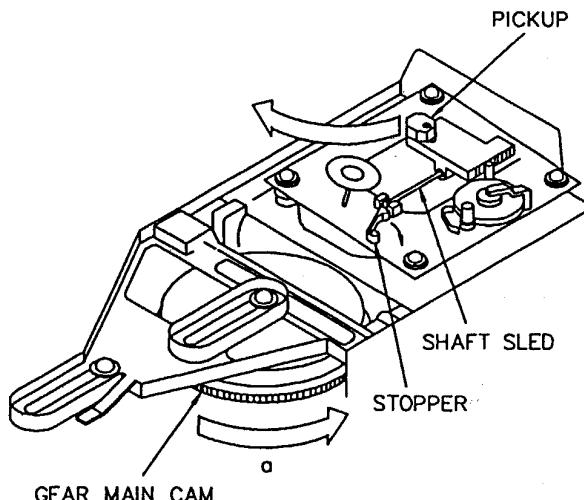

Figure 1
- 2) GEAR MAIN CAMを反時計方向（“a” の方向）に回し、figure 1 のようにCDメカを持ち上げる。
- 5) CDメカをfigure 1 のように上げて、SHAFT SLEDを取り付ける。
- 2) Turn GEAR MAIN CAM to the counterclockwise (arrow “a”) direction, and lift up CD mechanism. (figure 1)
- 5) Lift up CD mechanism (figure 1), and Reassemble the SHAFT SLED.